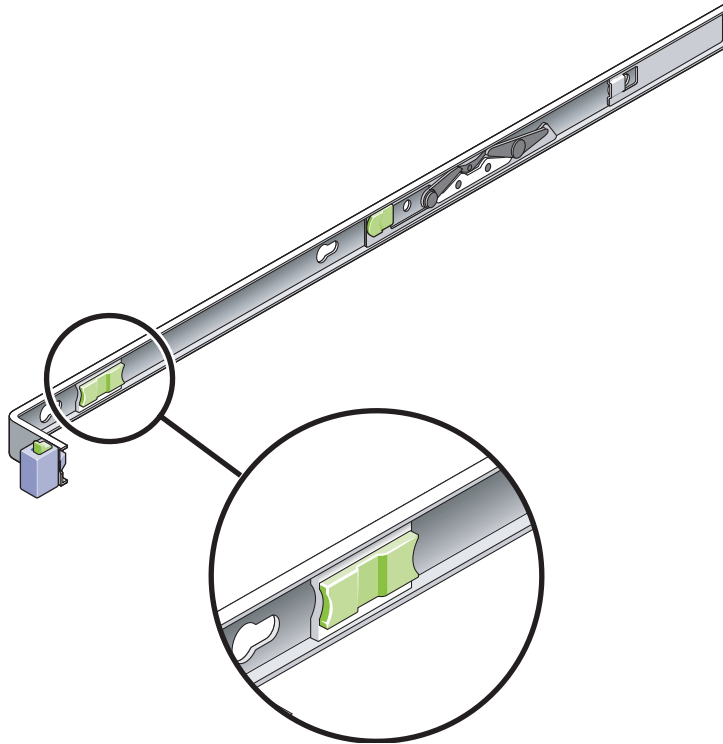

FIGURE 2-27 Bouton de dégagement du rail coulissant
6. Débloquez simultanément les deux boutons de dégagement des rails coulissants (FIGURE 2-27) et poussez le serveur complètement dans le rack.